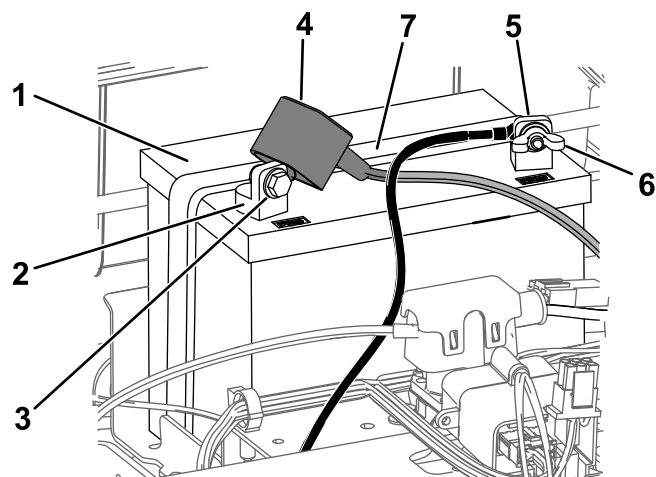

Figure 42
4. Débranchez le câble négatif (noir) de mise à la masse de la borne de la batterie (Figure 42).
6. Débranchez le câble positif (rouge) de la borne de la batterie (Figure 42).
7. Déposez la barrette de maintien de la batterie (Figure 42) et soulevez la batterie de son support.
1. Placez la batterie dans son support (Figure 42).
5. Fixez la batterie en place à l'aide de la barrette de maintien (Figure 42).